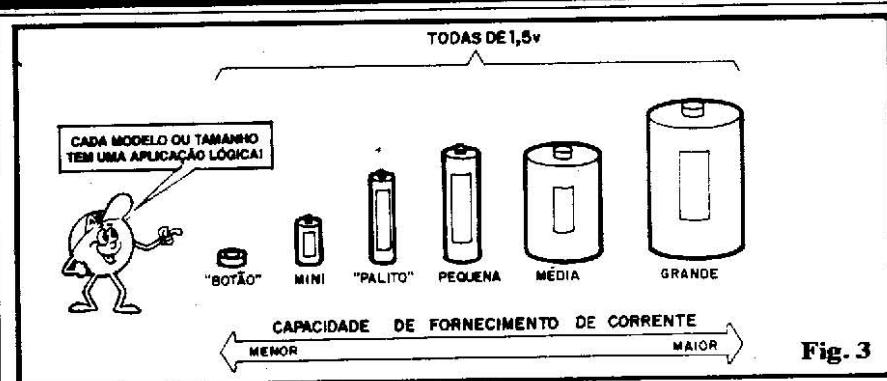

Fig. 3
De pilhas ou pequenas baterias não podemos esperar a mesma **quantidade** de "alimento energético" obtida numa tomada de C.A., assim apenas quando o circuito naturalmente consome pouca energia (em termos relativos...) é que torna-se conveniente alimentá-lo com pilhas. Mesmo entre as fontes "portáteis" (pilhas ou baterias de qualquer tipo) existe uma sensível variação nas suas capacidades de fornecimento de corrente (nunca esqueçam da velha fórmula que traduz a Potência ou Energia final, representada pelo produto da Tensão pela Corrente - revejam as primeiras "Aulas" do ABC...) que - por razões industriais - são diretamente proporcionais ao tamanho e peso da dita pilha ou bateria (fig. 3).
- FIG. 3 - A capacidade de forne-